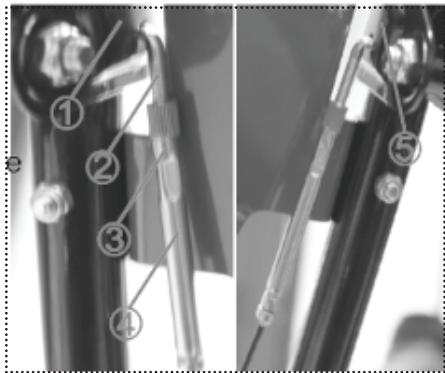

Рис. 10
Закрутите 2 болта сцепления (2) в отверстия слева и справа от рукояти сцепления. Присоедините и зафиксируйте левую и правую втулку (4) и болт (2) с резьбовым штифтом до тех пор, пока кабель не выпрямится и не заблокирует его контргайкой (3) (рис. 10).